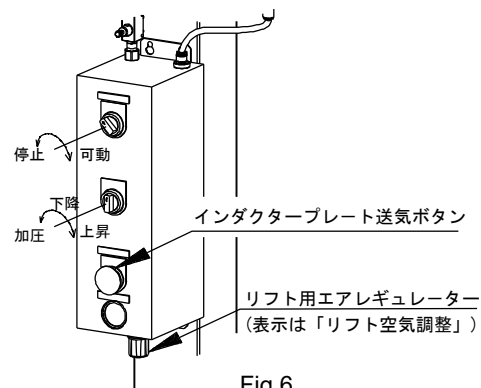

Fig.6
2. リフトが下がりきっていることを確認して、一旦コントロールボックスの切換スイッチを『停止』と『下降』にしてください。（Fig.6）